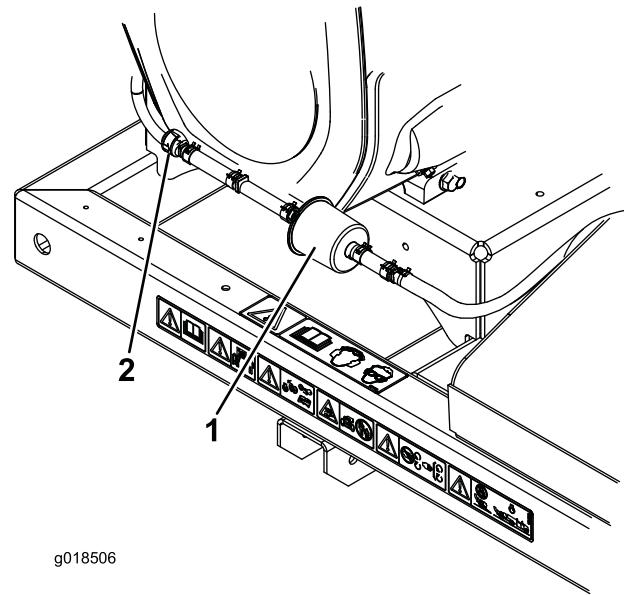

Bild 3
- Schieben Sie die gefederten Schlauchklemmen an beiden Seiten des Aktivkohlefilters der Entleerungsleitung vom Filter weg (Bild 3).
- Entfernen und werfen Sie den Aktivkohlefilter weg (Bild 3).
- Setzen Sie einen neuen Filter in den Schlauch ein; der Pfeil am Filter sollte zum Rückschlagventil zeigen; befestigen Sie ihn mit den Schlauchklemmen (Bild 3).